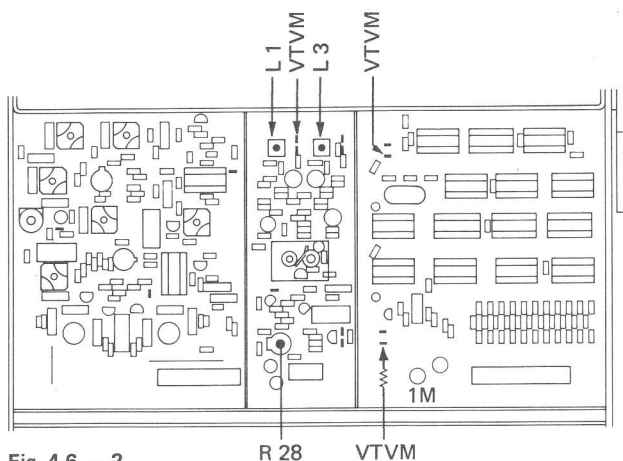

Fig. 4.6. — 2
— V.à L. connecté au point de mesure TP de l'oscillateur (fig. 4.6. - 1). Echelle de mesure: 30 VDC.
4.6.2. Enclencher la touche 1 du sélecteur de station (87.00 MHz). Ajuster à $4\text{ V} \pm 0,2\text{ V}$ la tension d'accord, à l'aide du noyau de bobine L 2 (fig. 4.6. - 1). Pendant le réglage, il est nécessaire de recouvrir provisoirement le circuit oscillateur d'une tôle de blindage.
4.6.5. VTVM mit 1 MOhm Vorwiderstand an weisse Litze (gegen Netzkabelkanal) auf dem Synthesizer anschliessen (Fig. 4.6. — 2). Messbereich 3 VDC. Mit dem Einstellregler R 28 auf dem Oszillator (Fig. 4.6. — 2) eine Spannung von $1.25\text{ V} \pm 0.1\text{ V}$ einstellen (bei 97.00 MHz).
4.6.8. VTVM mit HF-Tastkopf an weisse Litze (gegen Rückwand) auf dem Synthesizer anschliessen (Fig. 4.6. — 2). Messbereich 1 VDC. Die HF-Spannungen müssen bei den 3 folgenden Frequenzen im Bereich $0.3 \dots 0.4\text{ V}$ liegen. Allenfalls kann mit dem Übertrager L 3 (Fig. 4.6. — 2) die Symmetrie nachgeregelt werden.
4.6.9. VTVM mit HF-Tastkopf am Koaxial-Kabel zum Mischer (auf Oszillatorprint) anschliessen (Fig. 4.6. — 2). Die HF-Spannungen müssen bei den 3 bereits in Kap. 4.6.8. erwähnten Frequenzen innerhalb $0.20 \dots 0.30\text{ V}$ liegen. Mit dem Übertrager L 1 (Fig. 4.6. — 2) kann die Symmetrie nachgeregelt werden.